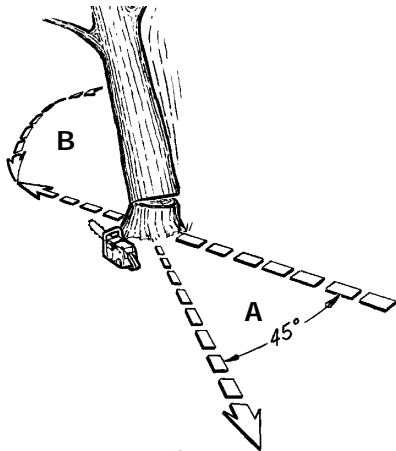

Fig. 8
ADVERTENCIA: Un sendero de retirada (A) deberá de ser planeado y despejado como se necesite antes de que empiece los cortes. El sendero de retirada deberá extenderse hacia atrás y diagonalmente a la parte posterior de la línea de caída esperada, como se ilustra en la Fig. 8.
ADVERTENCIA: Al tiempo que el corte de talado se acerca a la articulación, el árbol deberá de empezar a caer. Cuando el árbol empiece a caer, remueva la sierra del corte, apague el motor, ponga la sierra en el suelo, y abandone el área a lo largo del sendero de retirada (Fig. 8).